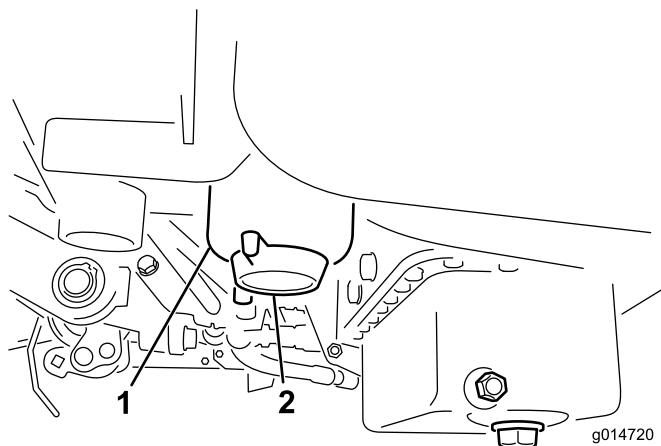

图45
2. 清洁滤清器过滤筒的安装区域（图45）。
4. 打开滤清器排油塞（图45）。